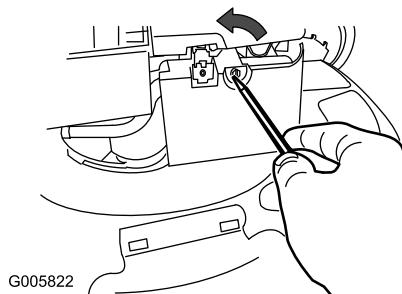

Рисунок 17
1. Используя отвертку, откройте крышку воздушного фильтра (Рисунок 17).